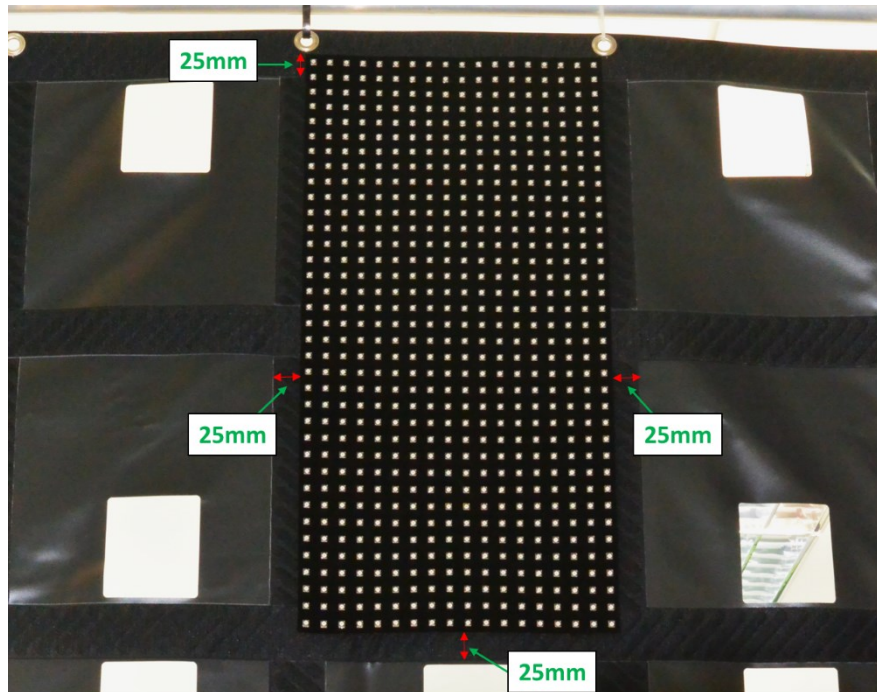

Abbildung 6: Montage von ledTec.flex am Subbanner
- Befestigen Sie die Schlaufenseite der Folie an der Hakenseite des Subbanners. Vergewissern Sie sich, dass nach der Montage jeder Folie eine Breite von 25 mm auf dem Hakenband verbleibt, worauf die nächste Folie montiert werden soll (siehe Abbildung 6).